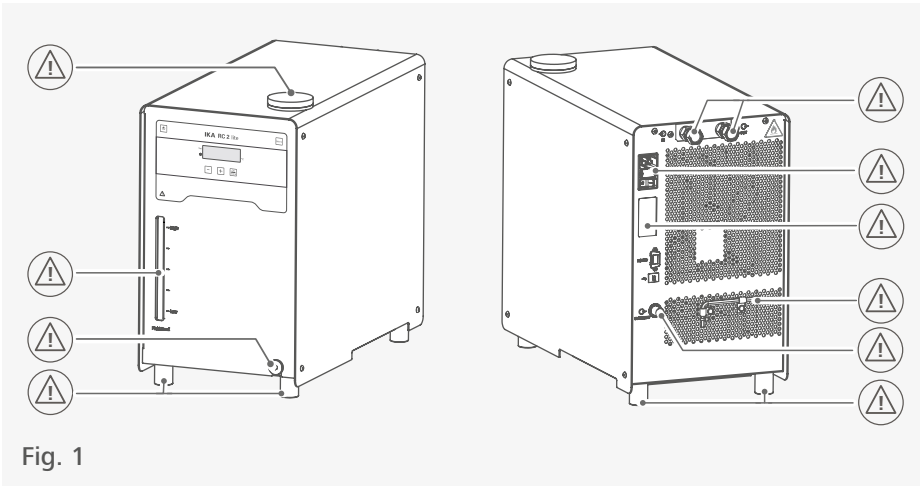

Fig. 1
- > Beachten Sie die gekennzeichneten Stellen in Fig. 1.